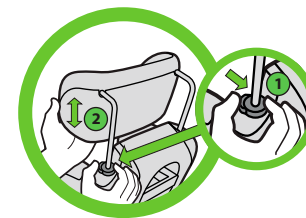

Figure 116
Appuyez sur le bouton de réglage de l'Appui-Tête se trouvant sur le côté droit du siège (lorsqu'on fait face à l'avant du siège) (1) et soulevez ou abaissez l'Appui-Tête dans la position voulue (2), tel qu'illustré dans la **Figure 116**.